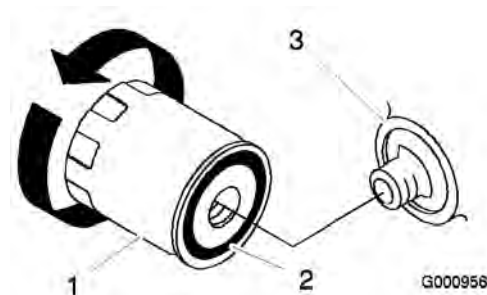

Figure 34
3. Appliquez un mince film d'huile neuve sur le joint en caoutchouc du filtre de rechange (Figure 34).
4. Posez le filtre à huile de rechange sur l'adaptateur, tournez le filtre dans le sens horaire jusqu'à ce que le joint en caoutchouc touche l'adaptateur, puis serrez le filtre de 3/4 de tour supplémentaire (Figure 34).